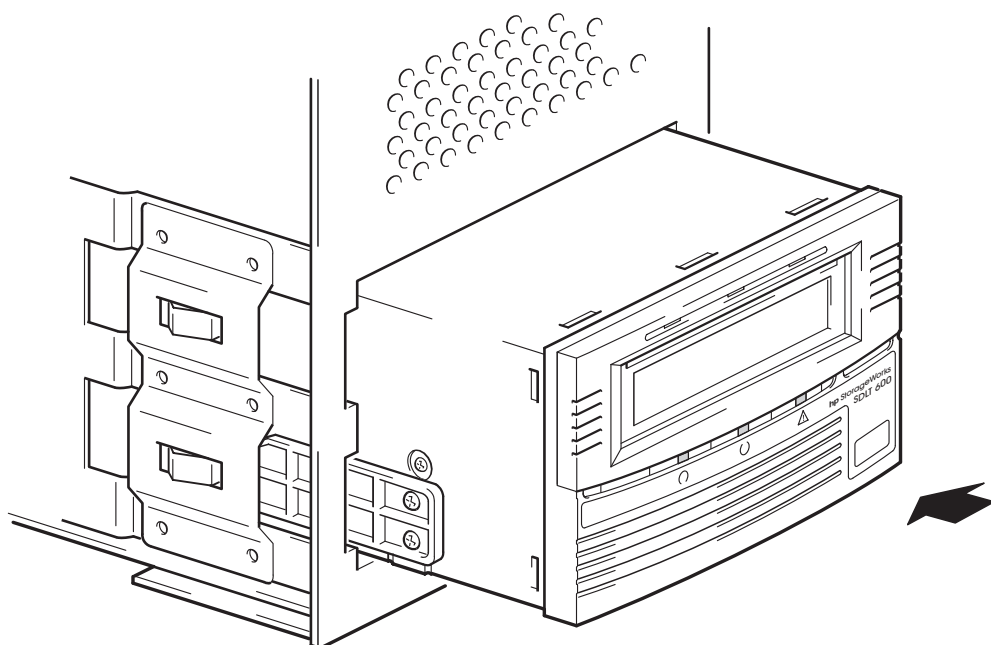

Figura 6: installazione dell'unità
- 1 Fare scorrere l'unità a nastro nel vano libero, allineando le guide alle slitte nel vano, come illustrato nella figura 6.